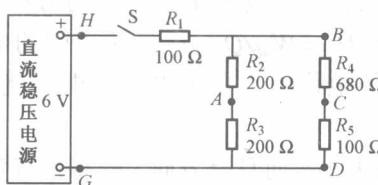

图 1.2.3 实验 2 电路
- (1) 在实验台上按图 1.2.3 连接好电路。
- (2) 检查电路，连接无误后，将直流稳压电源电压调至与电路需求电压相同，并接入电路中。
- (3) 用万用表进行测量（量程调至 10V 以下直流挡）。
- ① 以 D 点为参考点，分别测量 A、B、C、H、G 各点电位值及电压值 U_{HB} 、 U_{BA} 、 U_{BC} 、 U_{CD} 、 U_{DA} 、 U_{HG} ，将测量数据记入表 1.2.3 中。
- ② 以 A 点为参考点，重复步骤①。